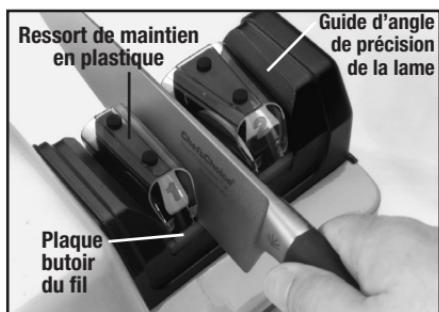

Figure 6. Phase 1: Insérez la lame dans la fente entre le guide et le ressort de maintien jusqu'à ce que le fil repose légèrement sur la plaque butoir.
2. Placez-vous devant l'aiguiseur, c'est-à-dire du côté de l'interrupteur marche/arrêt. Placez le couteau dans la phase 1 dans la fente qui se trouve entre le guide à ressort en plastique et le guide-lame du couteau comme le montre la figure 6, en vous assurant que le côté de la lame repose à plat sur le guide-lame. Vous pouvez commencer soit dans la fente de droite soit dans la fente de gauche, mais il vous faudra toujours alterner les fentes après chaque passage.
3. Déplacez la lame vers la fente tout en la tirant vers vous jusqu'à ce qu'elle entre en contact avec le disque rotatif en diamant. Assurez-vous que, lorsque vous tirez le couteau vers le bas et en avant dans la fente, il soit entièrement inséré et que le fil repose sur la plaque butoir du fil avant (comme sur la figure 6). Toute pression excessive est inutile et aurait des effets contraires.